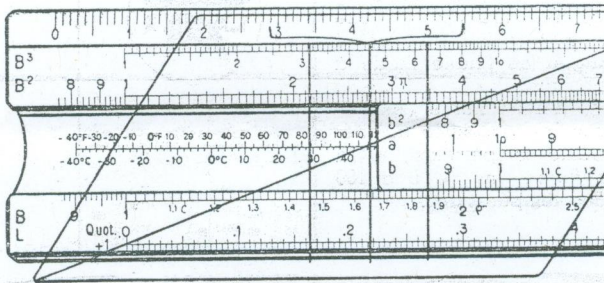

Fig. 1
**Correspondance Centigrade - Fahrenheit.** — Sous la réglette mobile, côté recto, se trouve une correspondance °C/°F, de -40° à +310°C (Fig. 1).